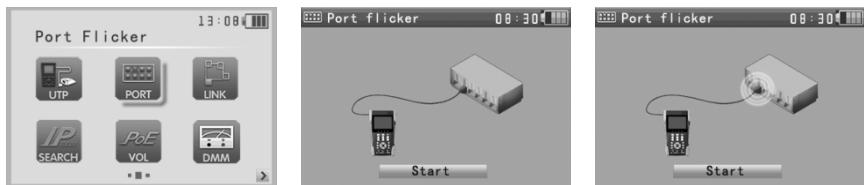

Рис.26 Подменю Port flicker
2. С помощью кнопок  выберите подменю  PORT и нажмите  Enter (Рис.26).
Далее подключите к порту «LAN» тестера кабель UTP, а другой конец кабеля к оконечному сетевому оборудованию (коммутатор и т.д.). Чтобы подать сигнал от тестера к порту сетевого устройства, нажмите  Enter OPEN. Порт сетевого оборудования начнет быстро мигать, это будет указывать на подключенный к нему UTP-кабель. Если потребуется отменить передачу сигнала от тестера к сетевому оборудованию, то ещё раз нажмите кнопку  Enter OPEN. Когда порт оконечного сетевого оборудования будет идентифицирован, на экране тестера появится изображение мигающего порта (Рис. 26). Чтобы выйти из подменю  PORT, нажмите кнопку  Return CLOSE.